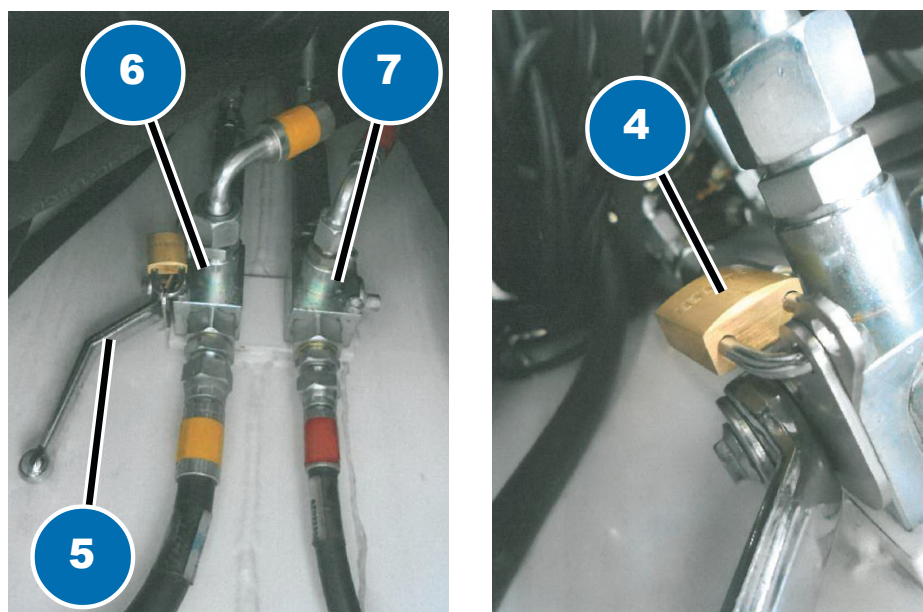

Fig. 8.4
- 6) salire sul pianale con la dovuta cautela e riaprire con la chiave in dotazione al responsabile della sicurezza il lucchetto di blocco (Fig. 8.4, 4) sul deviatore, togliere la leva colore argento (Fig. 8.4, 5) situata in torretta;
- 7) ruotare entrambi i deviatori (Fig. 8.4, 6 e 7) a due posizioni;
Per ingrassare l'interno ralla è necessario accedere alla parte interna della torretta, rimuovendo il relativo coperchio di chiusura della torretta, vedere Fig. 8.4.